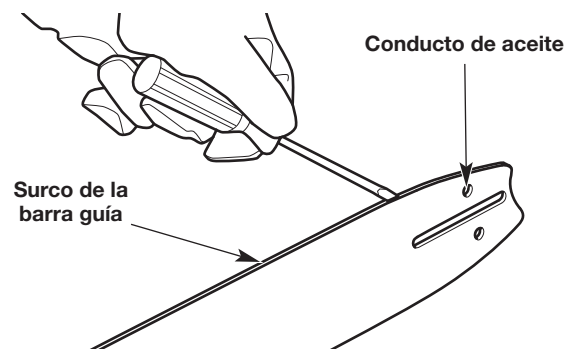
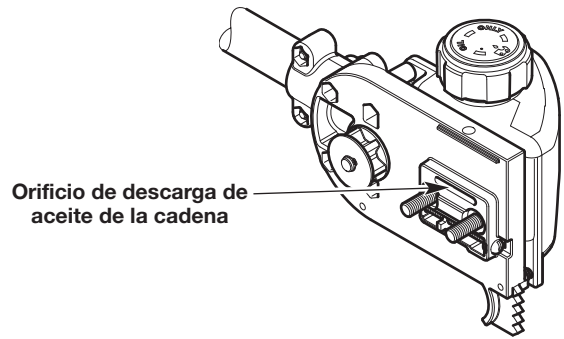

Fig. 23
Fig. 24
2. Limpie la canaleta de la barra de guía y los pasos de aceite siempre que se extraiga la cadena, cuando la unidad se ha usado mucho o cuando la cadena de la sierra parece estar sucia. Use un destornillador, una espátula, un cepillo de alambre o similar para retirar los residuos de la canaleta de la barra de guía (Fig. 23). Utilice un alambre liso y pequeño para eliminar cualquier desecho del orificio de descarga de aceite de la cadena (Fig. 24).